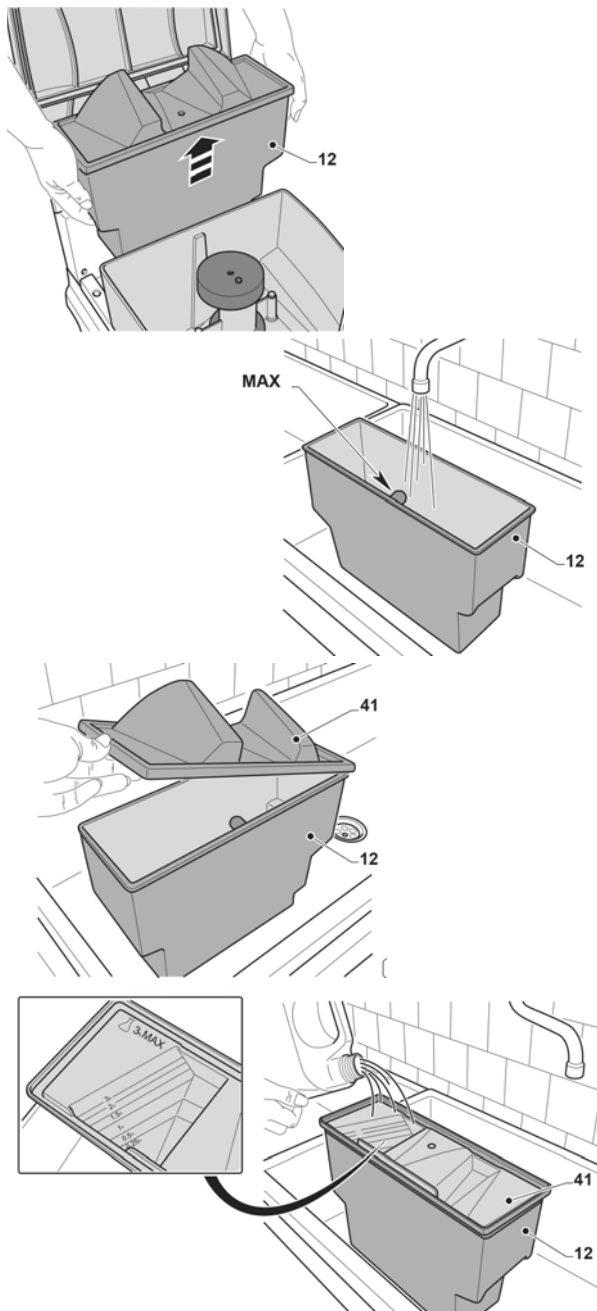

Abb. 18: Befüllen des abmontierten Tanks
Schritt 1: Heben Sie den Tank (Pos.12, Abb. 18) an und nehmen Sie ihn aus der Maschine.
Schritt 2: Stellen Sie den Tank in ein Waschbecken und entfernen Sie den Deckel (Pos. 41, Abb. 18).
Schritt 4: Legen Sie den Deckel (Pos. 41, Abb. 18) mit dem Deckel nach unten auf den Tank (Pos. 12, Abb. 18) und schütten Sie Flüssigreiniger in den Deckel (Pos. 41, Abb. 18); um die Dosierung zu erleichtern, ist der Deckel innen mit einer gradierten Zeichnung versehen, die für die jeweilige Wassermenge im Tank die Reinigungsmittelmenge in % angibt.
Schritt 5: Drehen Sie den Deckel (Pos. 41, Abb. 18), legen Sie ihn über den Tank (Pos. 12, Abb. 18) und schütten Sie Flüssigreiniger in den Tank.